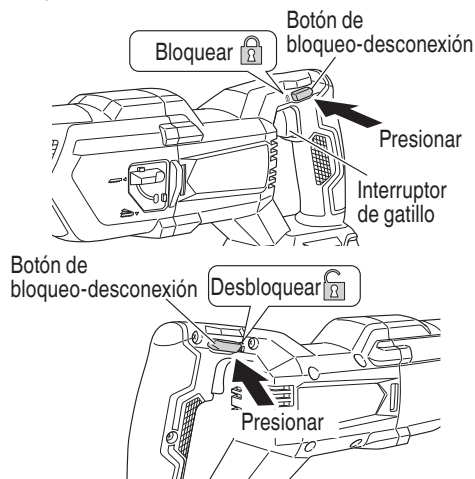

Fig. 16
- (1) Botón de bloqueo-desconexión
- La herramienta está equipada con un botón de bloqueo. Para poner en marcha la herramienta, presione el botón de bloqueo y accione el gatillo. (Fig. 16)